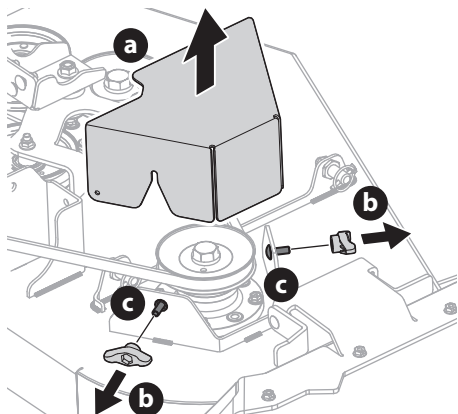

Fig. 41
3. Pour retirer les couvercles de courroie (a), retirez les boutons à ailettes (b) des vis du chariot (c) qui les fixent au plateau de coupe (Fig. 41).